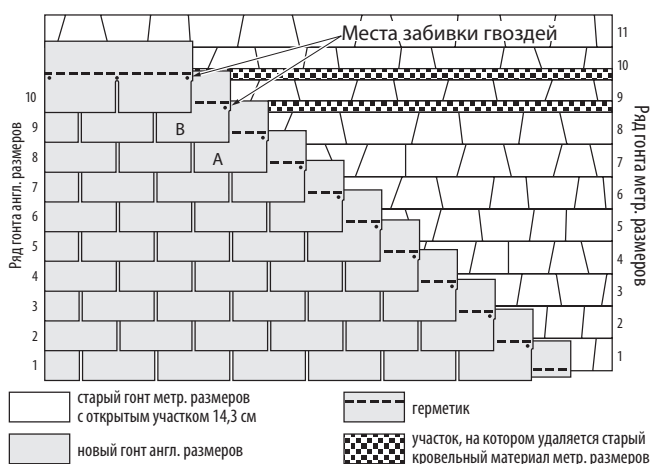

Рис. 10-23. Укладка гонтов стандартных размеров 30,5 x 91,4 см поверх старых гонтов метрических размеров.
На стандартном гонте метрических размеров обычно остаётся открытым участок величиной 14,3 см. На иллюстрации (Рис. 10-23) показано идеализированное представление метода укладки гонта английских размеров 30,5x91,4 см поверх существующей кровли.
Для того чтобы устранить эту проблему, необходимо отрезать и удалить в восьмом ряду гонта метрических размеров примерно 5 см от передней кромки следующего гонта метрических размеров вверх по крыше, чтобы гонт английских размеров можно было уложить ровно встык. Обрежьте аналогичным образом гонты метрических размеров в девятом ряду; гонты 10-го ряда могут естественным образом лечь встык с кромкой вышележащих гонтов (Рис. 10-23).
**ПРИМЕЧАНИЕ:** На практике величина открытых участков гонта будет различаться, поэтому приведённые выше инструкции могут претерпеть изменения. Используйте следующий **практический метод:** каждый раз, когда верхняя кромка гонта метрических размеров перекрывает внахлёт нижнюю кромку в ряду гонта метрических размеров менее чем на 3,8 см, как показано на гонтах «А» и «В» на Рис. 10-23, обрезайте гонт метрических размеров на 5 см (или другую необходимую величину), чтобы верхняя кромка гонта английских размеров ровно ложилась под него встык.